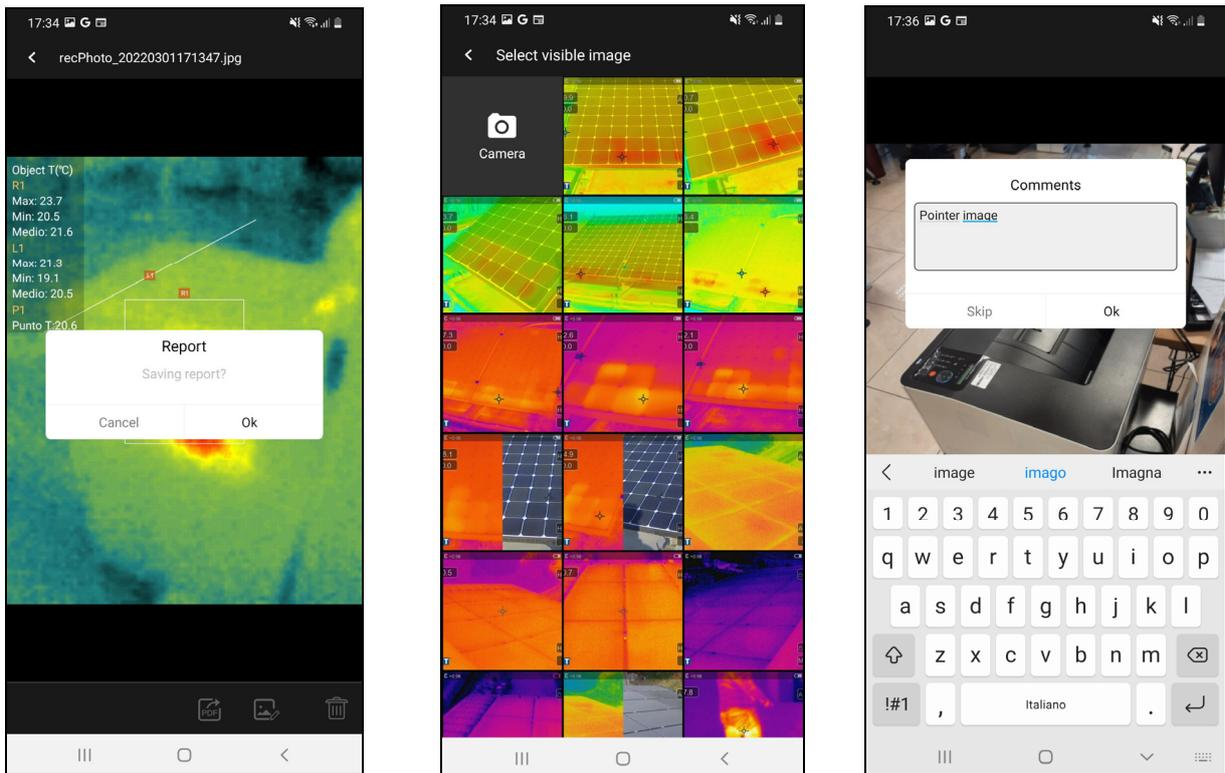

Fig. 12: Creación informe PDF
2. Toque el icono  para crear un informe en PDF asociado a la imagen seleccionada. La pantalla de Fig. 12 – parte izquierda se muestra en el visualizador. Confirme con “OK” para ejecutar la operación
3. Seleccione una imagen visual entre las disponibles en el dispositivo móvil o bien realice una instantánea del objeto encuadrado (ver la Fig. 12 – parte central)